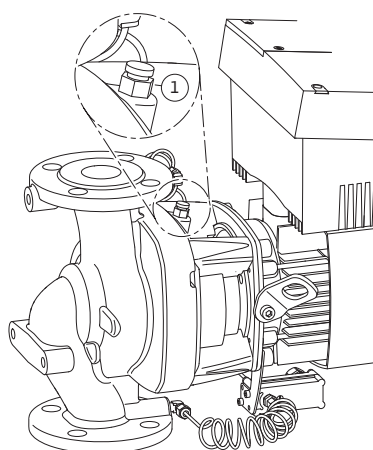

Fig. 51: Ventil de dezaerisire
6. Pompa se va depresuriza prin deschiderea ventilului de dezaerisire (Fig. 51, Poz. 1).